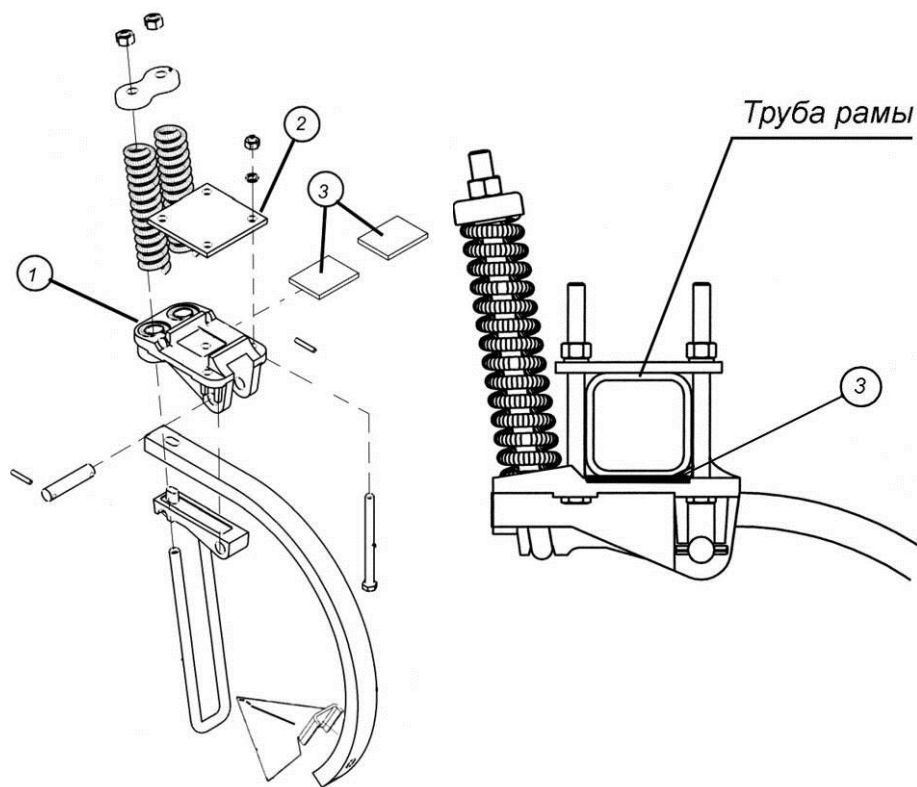

Рис. 4.3.1. Крепление стойки сошника на раму
4.3.2. Установите кронштейн стойки 1 в сборе (рис. 4.3.1) под раму культиватора. Сверху на раму установите пластину 2 и закрепите четырьмя болтами (M16x170) и гайками, подложив пружинные шайбы, необходимо следить, чтобы головки болтов и пружины попали в соответствующие углубления.